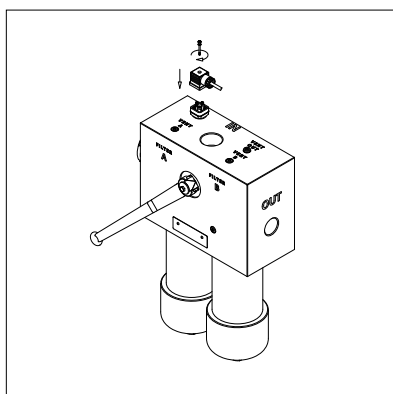

fig. 22
- (Fig. 22) Montare il connettore avvitando la vite centrale (solo per gli indicatori elettrici)